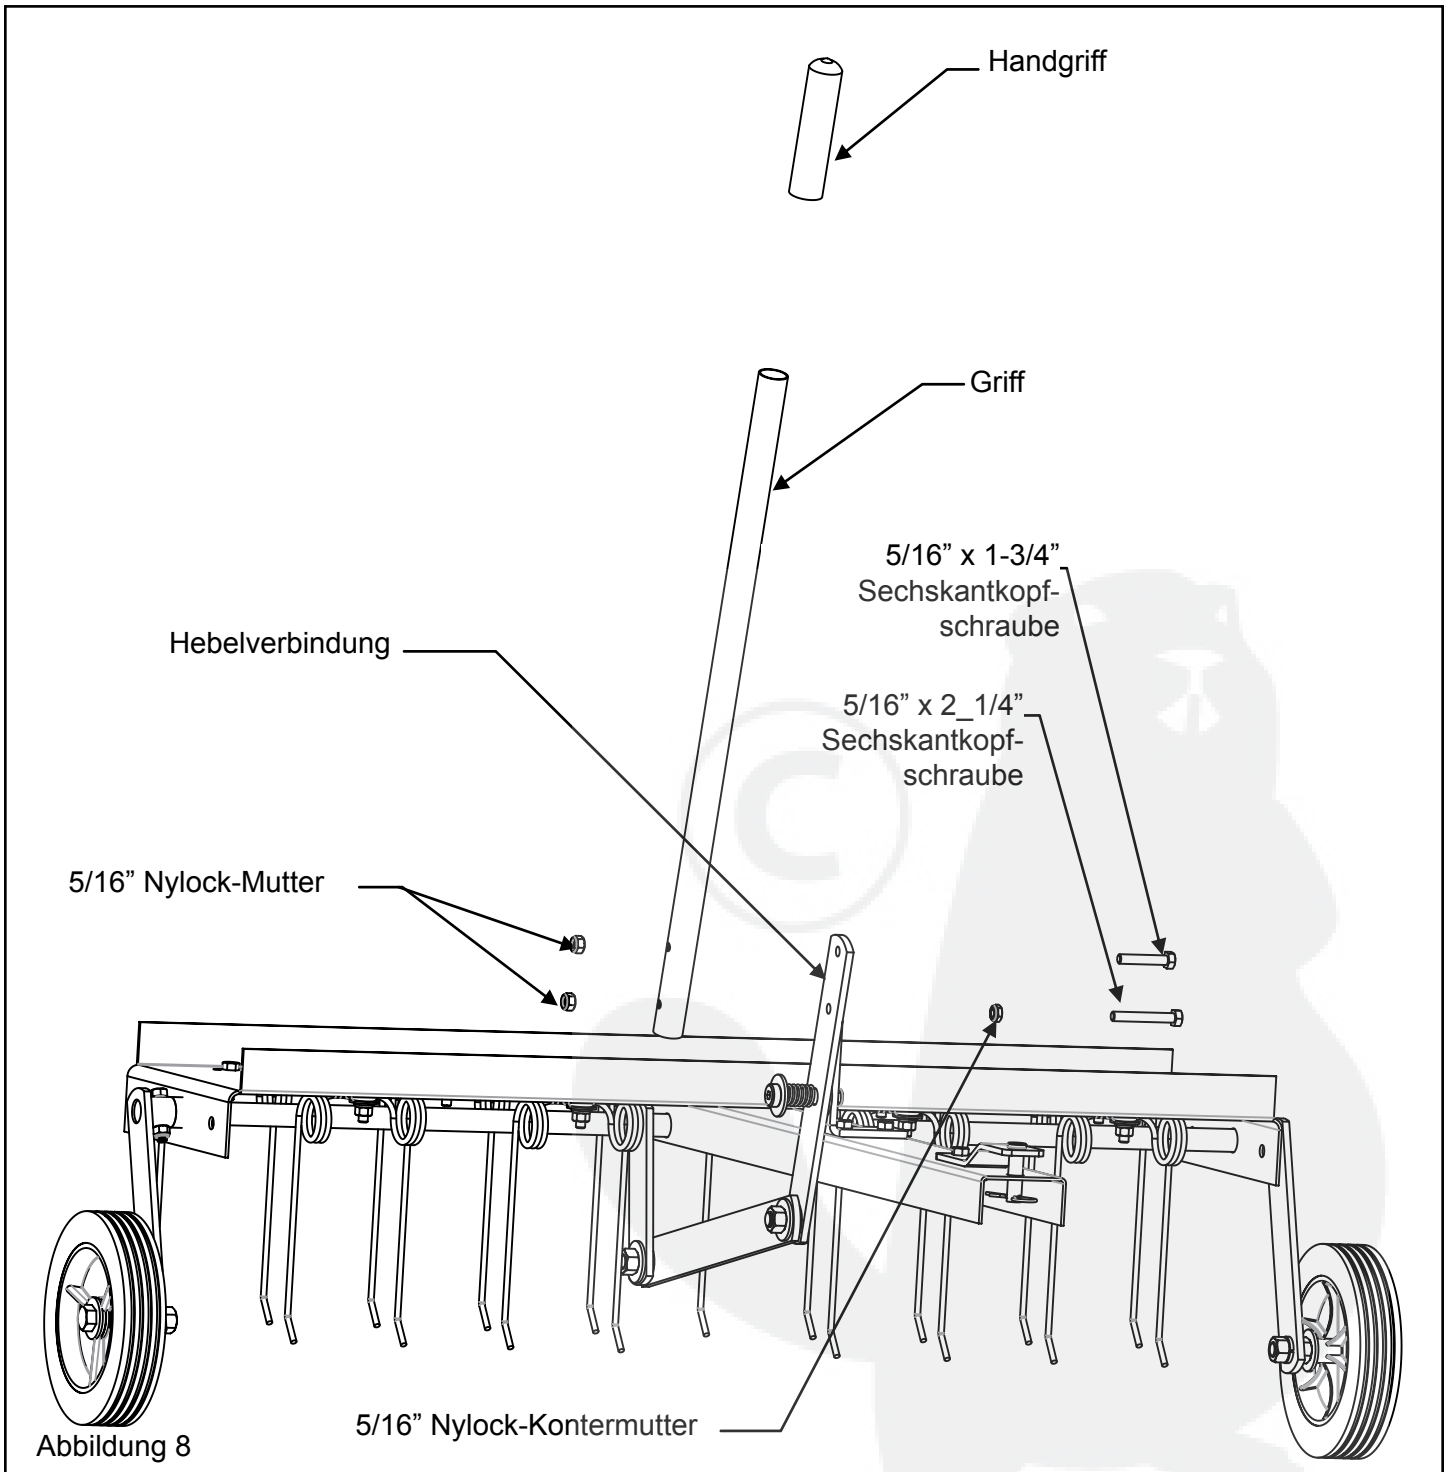

Abbildung 8
8. Bringen Sie den Henkelgriff am Griff an. Stecken Sie die 5/16" x 1-3/4" Sechskantkopfschraube in das obere Loch im Griff (von der rechten Seite, wenn wir zum Gerät schauen), dann durch das obere Loch der Hebelverbindung und sichern Sie es mit einer 5/16" Nylock-Mutter. Bringen Sie die 5/16" Nylock-Kontermutter auf die 5/16" x 2-1/4" Sechskantkopfschraube (und lassen oben dabei etwa 1/2" Platz) Stecken Sie die Schraube in das zweite Loch des Griffs (von rechts, wenn Sie zum Gerät schauen) und die Hebelverbindung, dann befestigen Sie sie mit einer 5/16" Sechskantkopfmutter. Siehe Abbildung 8.